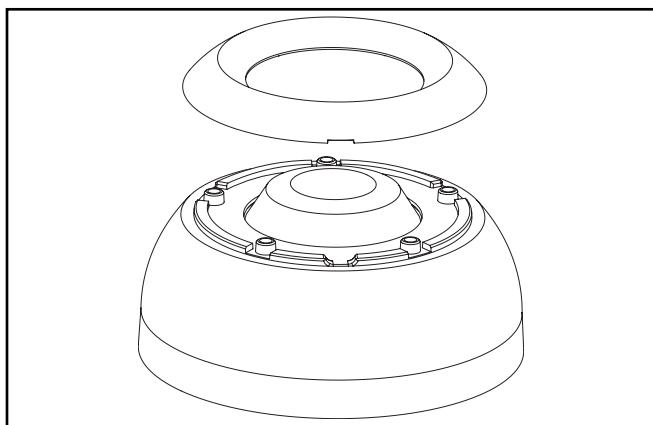

Figure 5.
- Insérez l'outil dans la fente pour retirer le capuchon du détecteur. (Figure 5.)